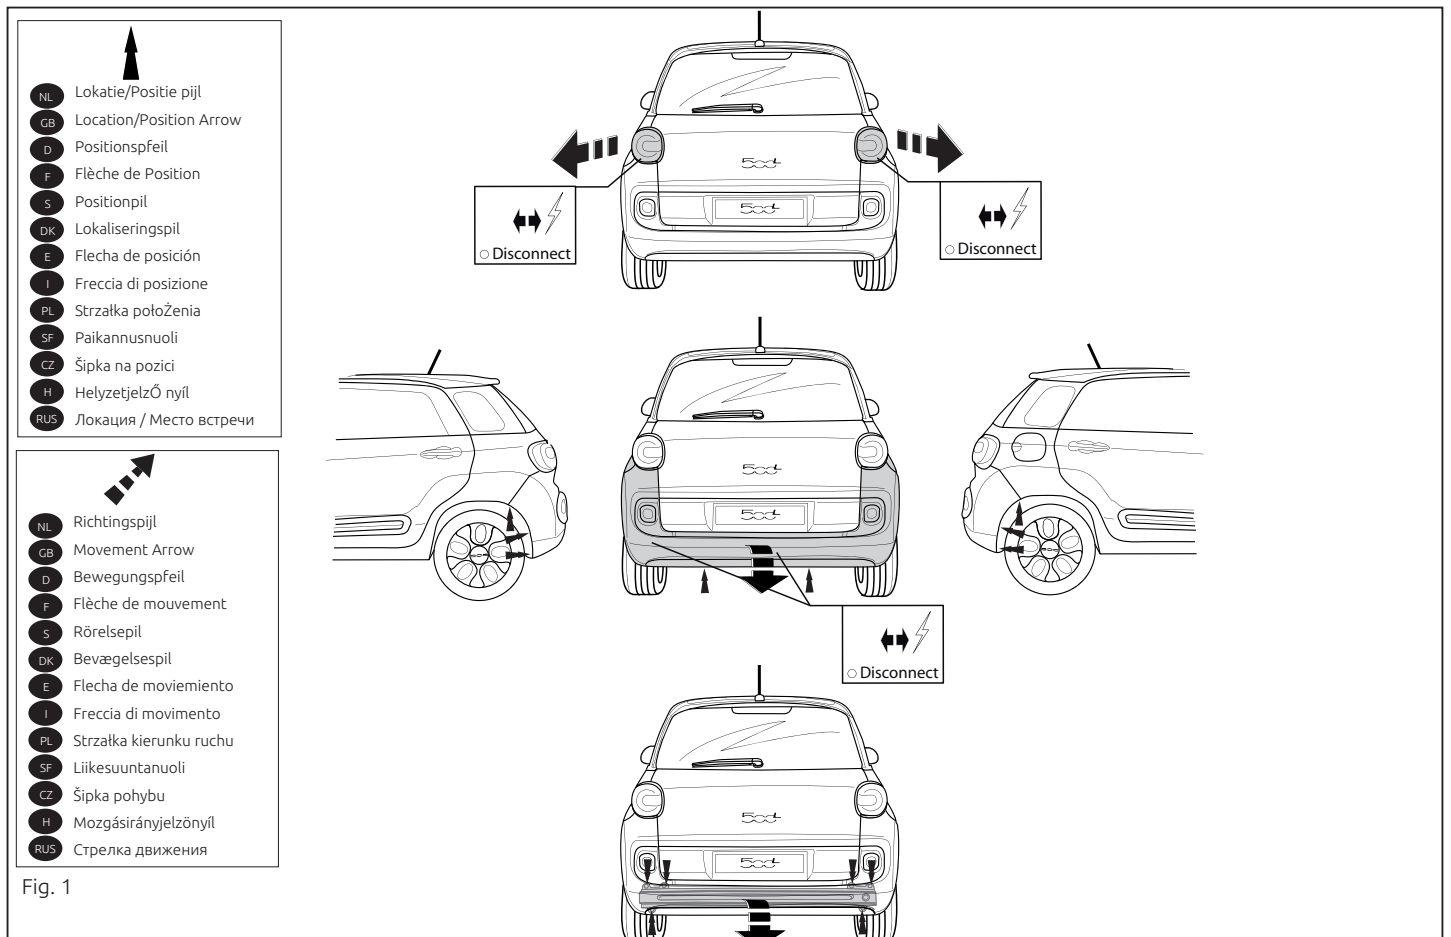

Fig. 1
1. Die Rücklichter abmontieren. Die Stoßstange einschließlich des stählernen Stoßbalkens vom Fahrzeug abmontieren. Der Stoßbalken wird nicht mehr benötigt. Siehe Abbildung 1.
1. Démontez les feux arrière. Déposer le pare-chocs du véhicule y compris la traverse en acier ; la traverse ne sera plus utilisée. Voir la figure 1.
1. Demontér baglysenhederne. Demontér kofangeren, inklusive køretø-jets stålstødbjælke. Denne bliver overflødig. Se fig. 1.
понадобится. См. рисунок 1.